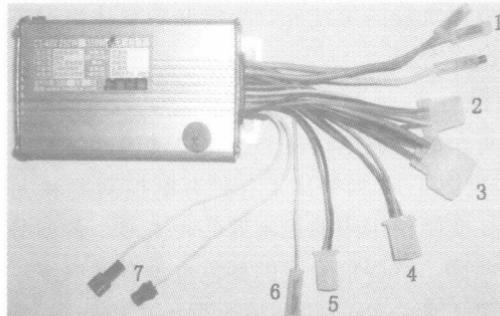

图 1-17 无刷控制器
(2) 无刷控制器。外形见图 1-17，接线说明：1—电机线包连接线。3 根粗线，黄、蓝、绿色，分别接三相线包引出线。2—电机霍尔连接线。5 根细线，其中黄、蓝、绿线分别接 3 只霍尔的信号线，红线为公共正极线，黑线为公共负极线。3—电源线。2 根粗线 1 根细线，其中粗红线接电池的正极，粗黑线接电池的负极，细红线为弱电开关（弱电开关是控制粗红线与控制器内部导通的继电器）线，接电源锁。4—转把线。3 根细线，其中红线为正极线，黑线为负极线，绿线为信号线。如车子有定速巡航功能，则塑料接头中还有 2 根线，对应可巡航转把的定速按钮线，2 线可互调。5—低电平刹车线，2 根细线，接刹把。如车子为高电平刹车，则此处只有一根信号线。6—速度信号线，接助力传感器。7—霍尔相角 60° 或 120° 选择线。